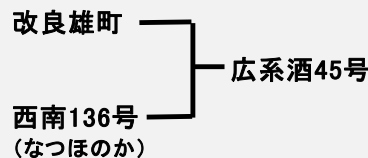

図1 「広系酒45号」の系譜
- ◆ **系譜**: 母: 消化性に優れる酒造好適米「改良雄町」(図1)